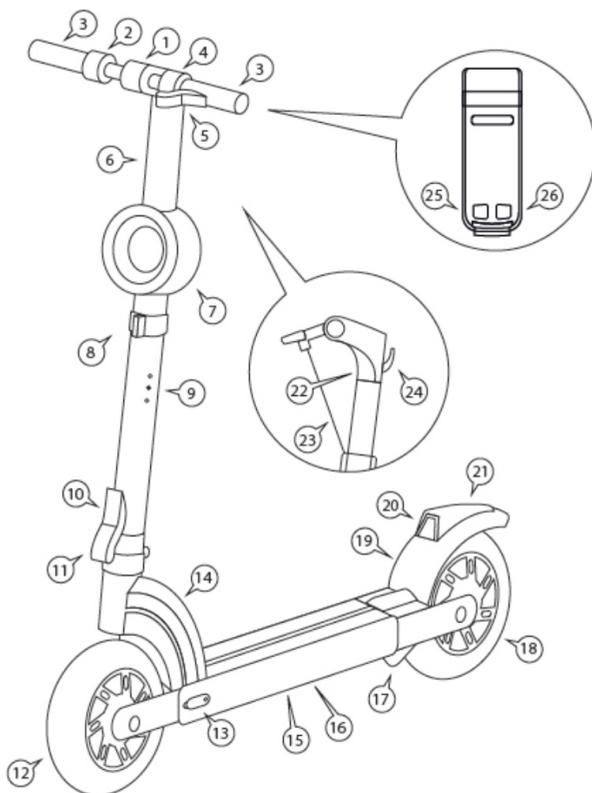
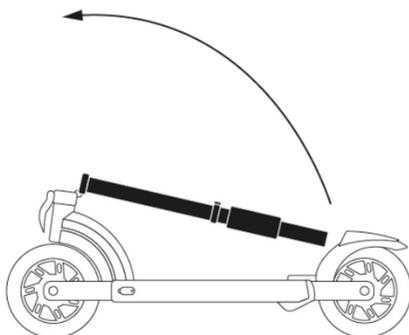
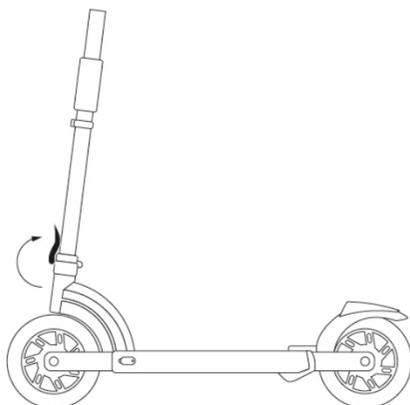

Figura 2 - Componenti monopattino
Figura 9 - Posizionamento piantone di sterzo
Figura 10 - Chiusura leva di sblocco
1. Accertarsi che la leva di blocco/sblocco **(Vedere punto 11 Tabella 1 - Dettaglio componenti monopattino e Figura 2 - Componenti monopattino)** sia completamente aperta (rivolta verso il basso) e sollevare il piantone di sterzo fino a fine corsa **(Vedere Figura 9 - Posizionamento piantone di sterzo)**.
2. Sollevare la leva di blocco/sblocco fino a fine corsa **(Vedere Figura 10 - Chiusura leva di sblocco)** ed accertarsi che il sistema di sicurezza sia inserito **(Vedere punto 10 Tabella 1 - Dettaglio componenti monopattino e Figura 2 - Componenti monopattino)**.
2. Premere la leva del freno meccanico (**Vedere punto 5 Tabella 1 - Dettaglio componenti monopattino e Figura 2 - Componenti monopattino**) fino a fine corsa. Far fuoriuscire il fermo meccanico del cavo freno (**Vedere Figura 14 - Installazione filo del freno a disco 1**);